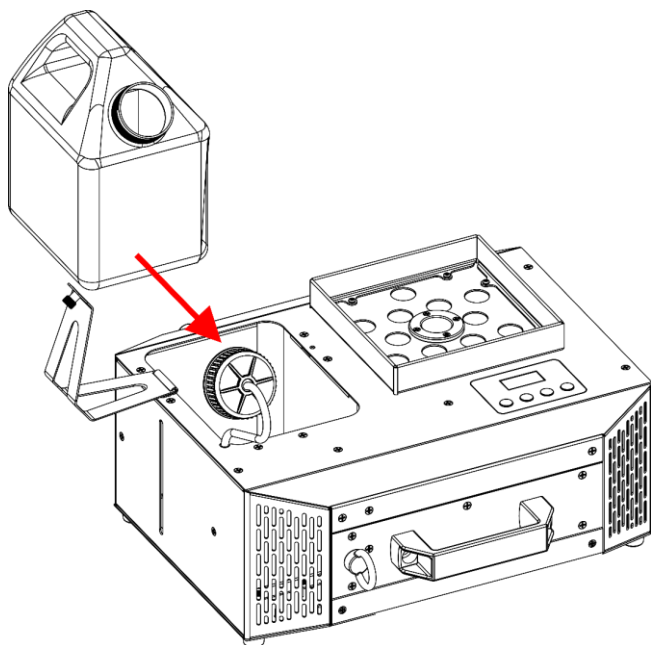

Fig. 34
- 09) Remplacez le **réservoir de liquide (02)** dans l'appareil, comme indiqué sur la Fig. 34.